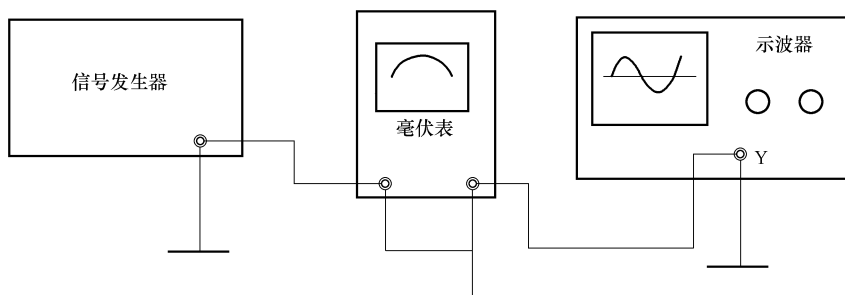

图 1-8 信号发生器、毫伏表和示波器连接方法
(5) 根据屏幕的坐标刻度,被测信号波形峰-峰值为 $D\text{div}$,若此时仪器 V/div 处于 $0.1\text{V}/\text{div}$ 档,且探极处于 $X1$ 位置,则被测信号的峰-峰值为: $V_{p-p} = 0.1\text{V}/\text{div} \times D\text{div} = 0.1 \times 4 = 0.4\text{V}$,其有效值为 $U = V_{p-p}/2\sqrt{2}$,其一个周期水平时间为 $T\text{div}$,若此时仪器 T/div 处于 $0.2\text{ms}/\text{div}$ 档,则被测信号的周期为: $T = 0.2\text{ms}/\text{div} \times 4 = 0.8\text{ms}$,频率为 $f = 1/T$ 。
(6) 将信号发生器、毫伏表和示波器按图 1-8 方法连接,测量并填表 1-2。